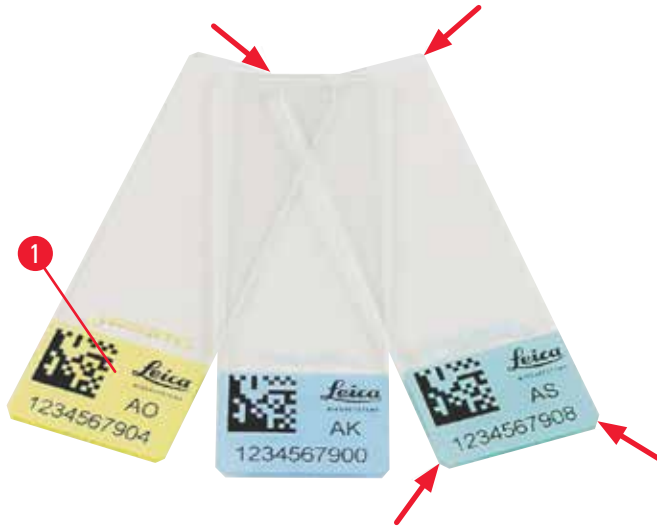

Fig. 4
Endast standardobjektglas med färgade kanter som det går att skriva ut på (→ "Fig. 4-1") kan förse med utskrift i Leica IP S (→ "Fig. 4").
- För att reducera mängden glasdamm och minska risken för mekaniska fel ska du bara använda objektglas med klippta hörn (45° vinkel i varje hörn, (→ "Fig. 4")).